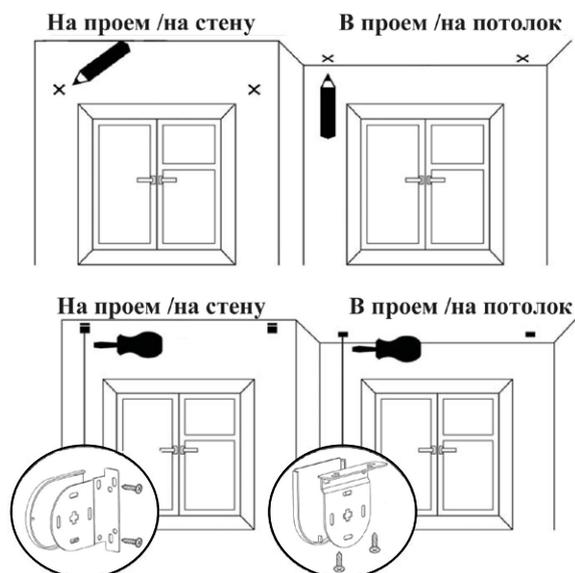

Рис. 1. Разметка и установка кронштейнов
- Разметить предполагаемые места крепления кронштейнов (Рис.1), расстояние между которыми зависит от типа размеров в заявке: